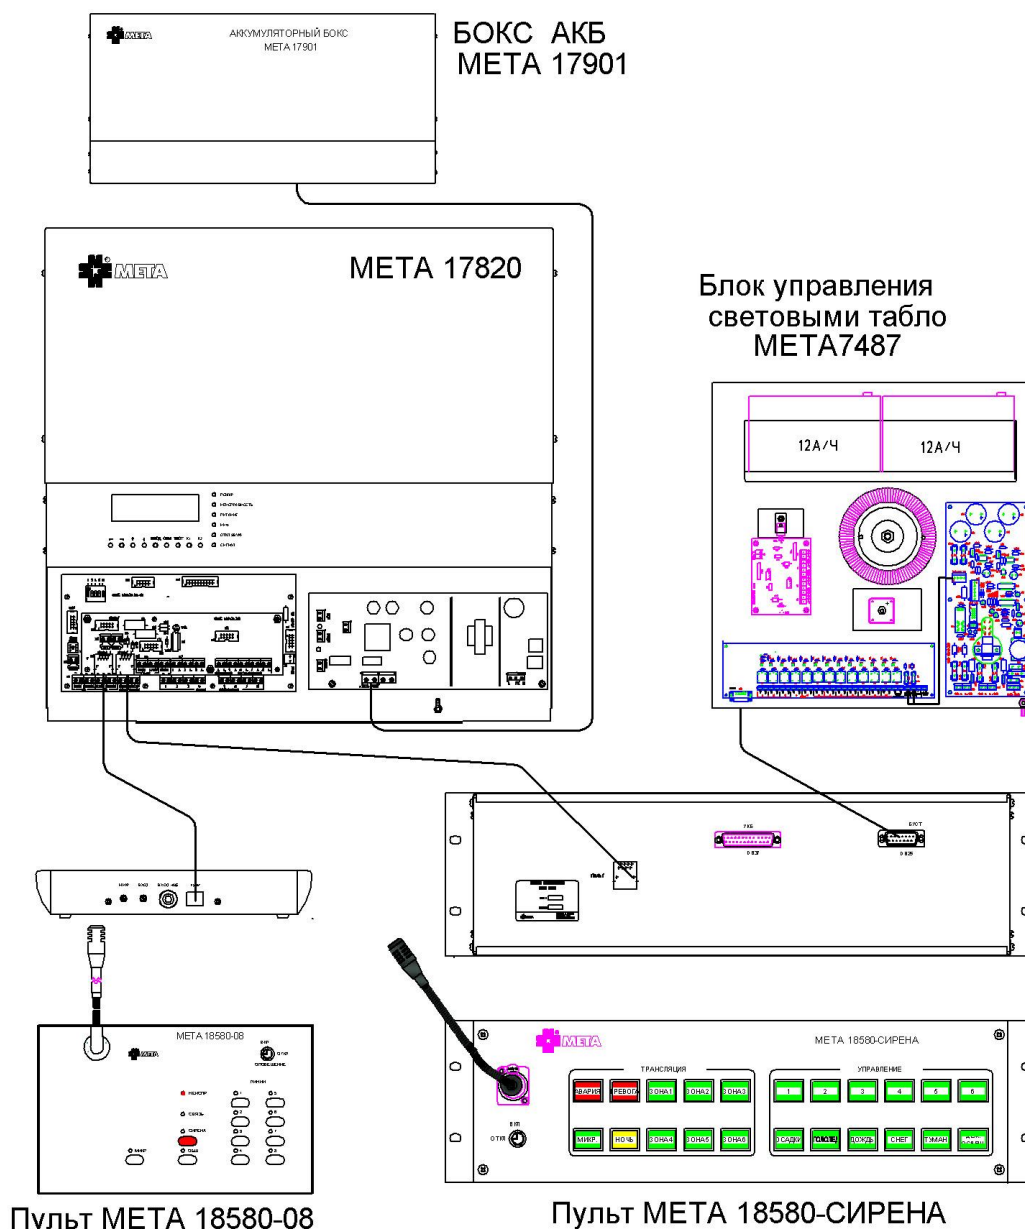

Рис.7 Схема соединения составных частей системы
7.1. Все блоки, кроме пульта устанавливают на вертикальной плоскости (стене). Составные части системы собираются по ниже приведенной схеме на рис.7.